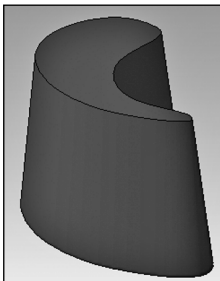

Рис. 12.5. Команда - «Операция выдавливания»
- **Операция выдавливания**  — создает трехмерный элемент выдавливанием контура эскиза в перпендикулярном направлении (рис. 12.5);